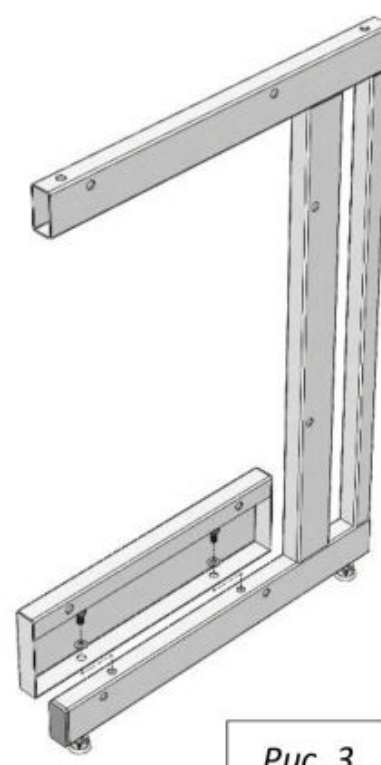

Рис. 3
3. Если предполагается установка низких тумб, закрепить на боковинах каркаса боковые рамы для тумб, используя болты М8х16, шайбы 8 и предусмотренные в боковинах заклёпки-гайки М8 (Рис. 3)